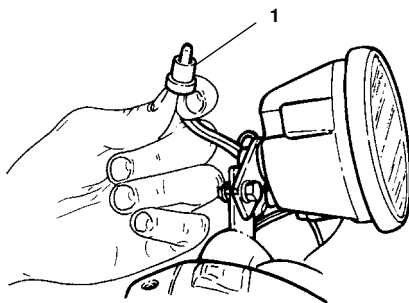

Fig. 50
- Sfilare il portalampada (1 - Fig. 50) desiderato.
- Disconnect the light bulb (1 - Fig. 50)